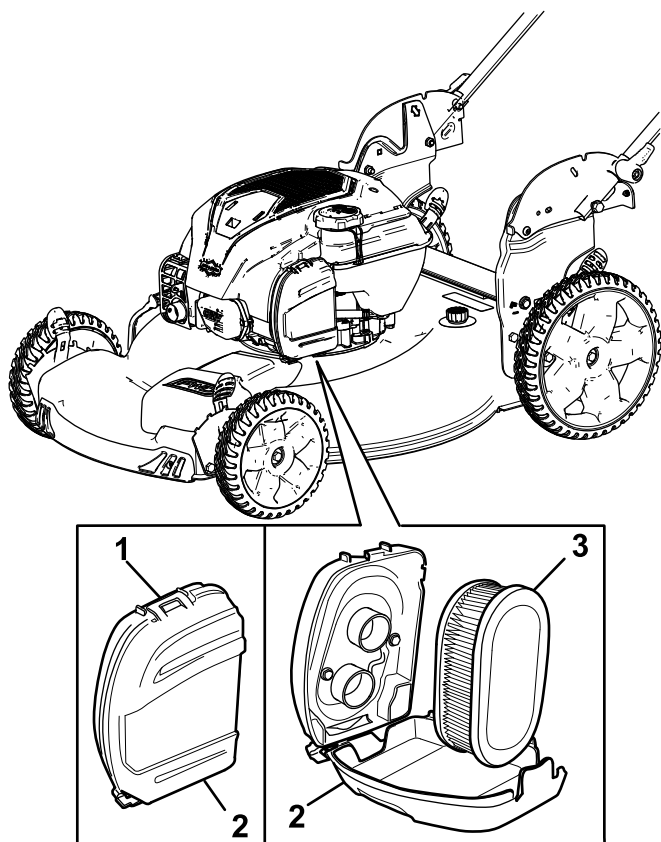

Figura 25
- Desprenda a parte superior da tampa do filtro de ar (Figura 25).
- Remova o filtro de ar (Figura 25).